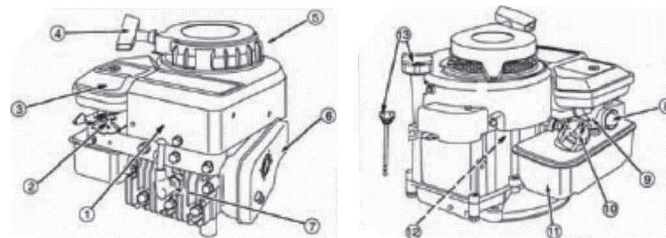

Рис. 3
Основные части двигателя (Рис. 3)
Основным элементом газонокосилки является 4-х тактный двигатель внутреннего сгорания (Рис. 3), с вертикальной осью коленвала и его основные части: (2) - рычаг дросселя; (3) - фильтр